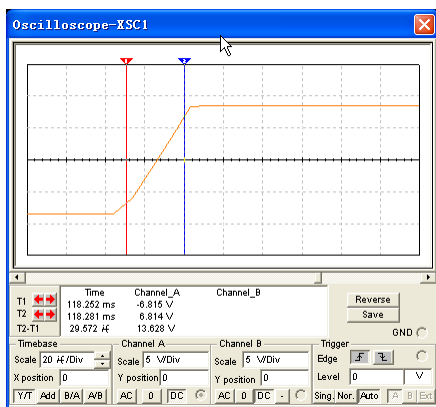

图 7.3 矩形波上升沿
(2) 点击 Timebase 栏下的 Scale 项，将波形展宽，以清晰地显示矩形波上升沿，如图 7.3 所示。
在 Y 值设置窗口内填入正确数值，游标 1 即跳到矩形波的 10% 处。同理设置游标 2 到矩形波的 90% 处。游标 1 和游标 2 的位置如图 7.3 所示。
从图 7.3 可读出矩形波的上升时间是 $29.572 \mu s$ 。